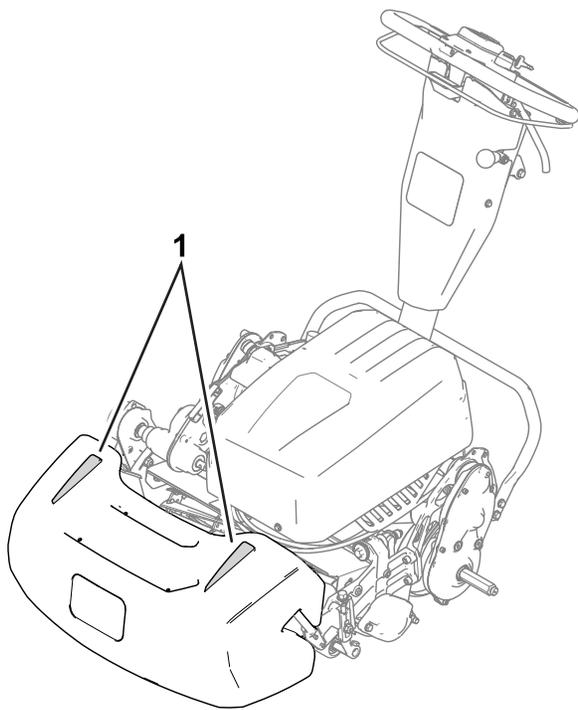

図 25
- 真っ直ぐに刈るコツの一つは、集草バスケットについている線 図 25 を目安にして、となりの刈り跡と平行に、常に一定の距離をおいて歩くことです。